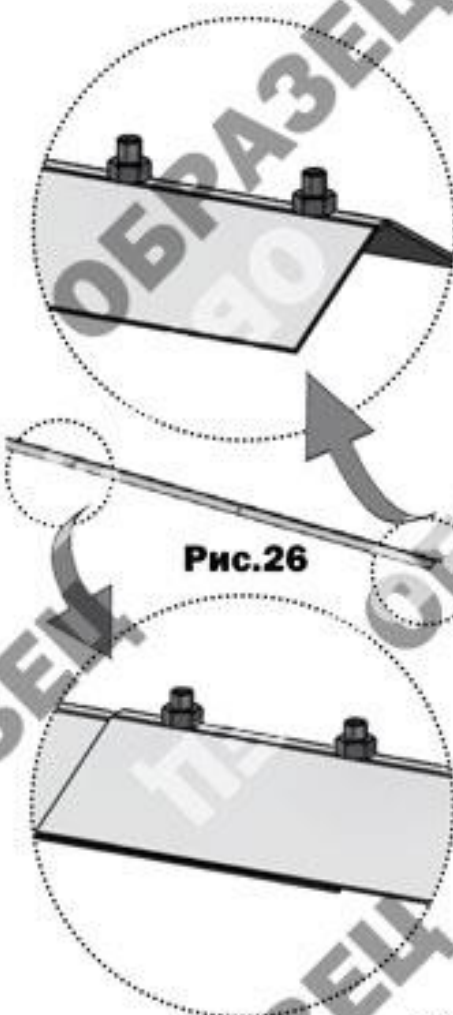
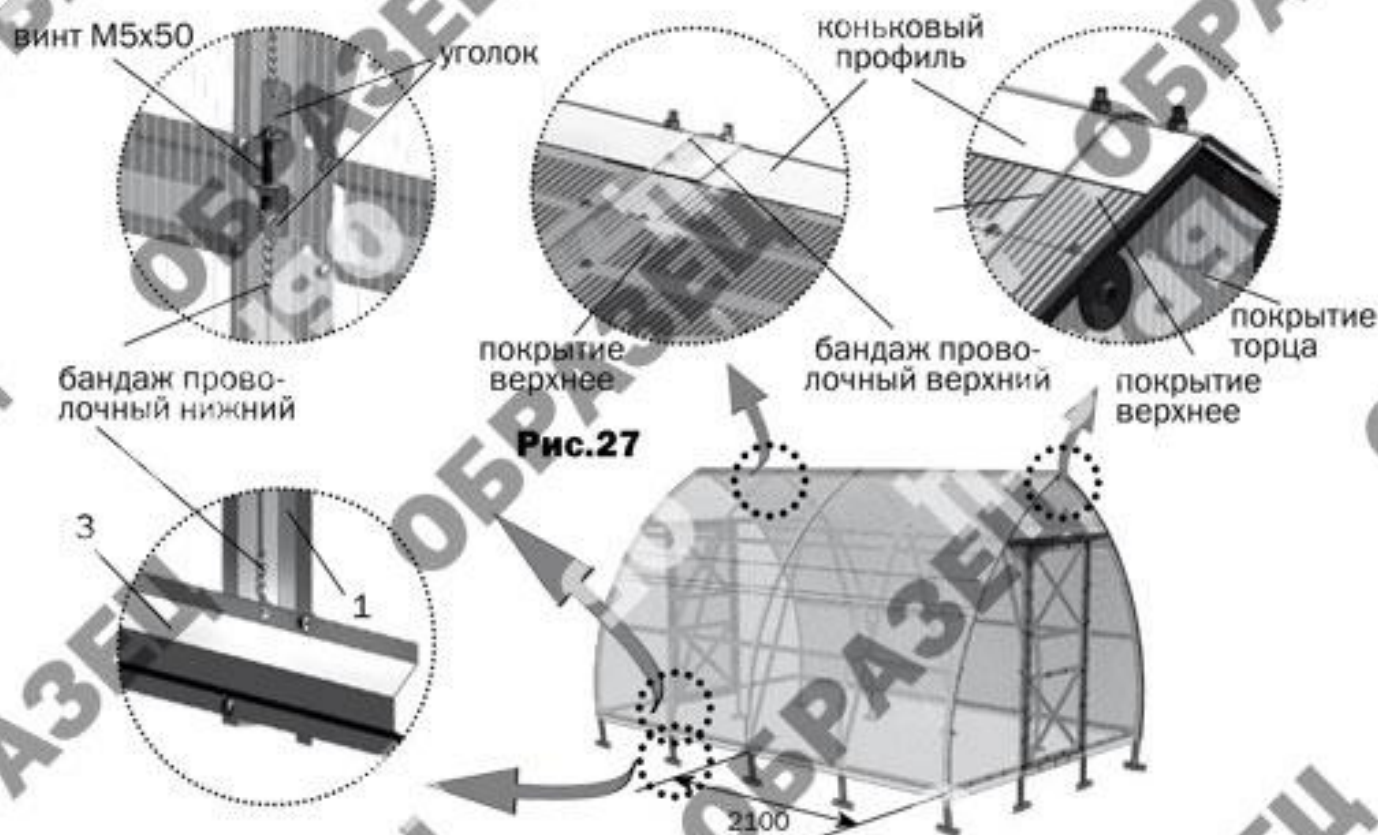

Рис.26
Рис.27
4. Выровняйте каркас путём подсыпки или углубления ямок, чтобы продольные элементы были прямолинейными, горизонтальными и параллельными между собой и чтобы дуги были ровными при виде сбоку. Произведите окончательную затяжку всех винтов. Засыпку опор каркаса грунтом производить после закрепления на детали **3** бандажей проволочных нижних (**рис.27**)
10. Детали конькового профиля стыкуются в длину с установкой резьбового конца винтов наружу (**рис. 26**). Соединенные скотчем половинки листа поликарбоната заводятся на каркас от торца. Поликарбонат устанавливается с выступом кромки за торцевую плоскость на 10..20 мм. Если боковые кромки поликарбоната существенно непараллельны кромкам дуг каркаса, то это означает каркас не выровнен перед затягиванием винтов и к этой операции следует вернуться. Последующие листы поликарбоната подготавливаются аналогично, заводятся и устанавливаются с нахлестом на предыдущий лист на ширину профиля дуги. Собранный коньковый профиль задвигается со стороны торца на всю длину теплицы поверх листов поликарбоната. Проволочный верхний бандаж (6 м) устанавливается по дуге каркаса, начиная с середины каждого листа и стягивается с нижним бандажем с помощью уголков винтами М5х50 (**рис. 27**).